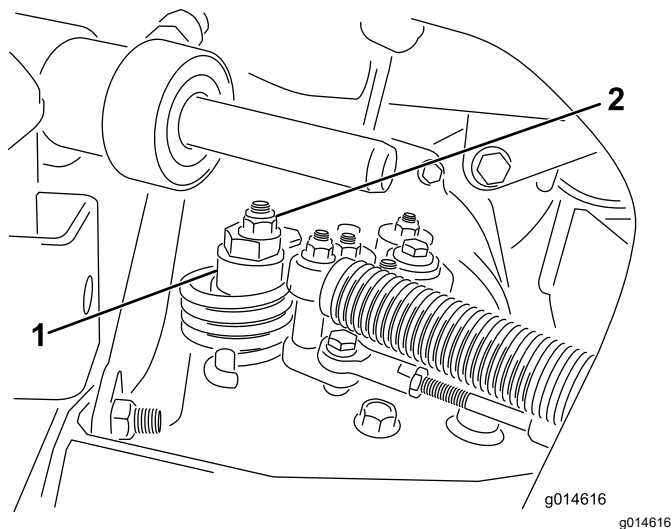

Figura 42
- A. Allentate il dado che fissa l'eccentrico alla parte superiore dell'igrostatò (Figura 42).
- C. Fate girare l'eccentrico finché non riscontrate movimenti in alcuna direzione. Quando la ruota cessa di girare, serrate il dado di bloccaggio dell'eccentrico per mantenere la messa a punto (Figura 42). Verificate la regolazione portando l'acceleratore in posizione di MINIMA e MASSIMA.